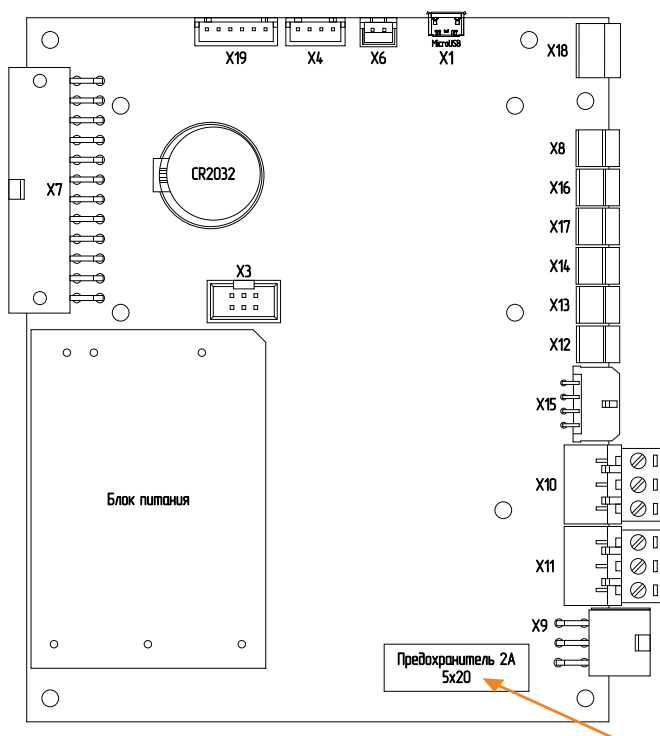

Рис.18 Плата контроллера
Сработал (перегорел) предохранитель в цепи питания контроллера.	Заменить предохранитель (2А*250В) рис.18
3. замените предохранитель **рис.18** (запасной предохранитель в базовой комплектации котла).